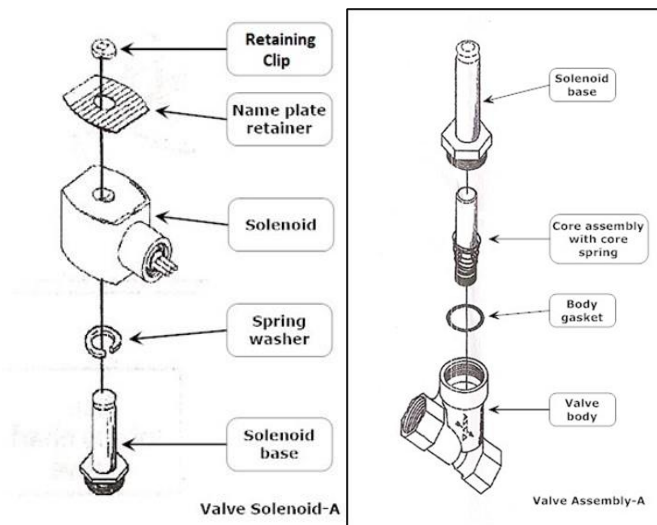

Figura 9-19: Conjunto y componentes de la válvula de control GM
2. Conjunto y componentes de la válvula de control GM. **Vea la Figura 9-19.**
(Típico en los cuerpos de las 4 válvulas) **Vea la Figura 9-19.**